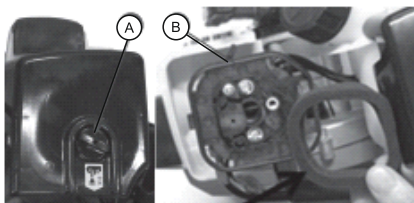

Рис. 12
1. Открутите барашковую гайку (А) и снимите крышку воздушного фильтра (Рис. 12).